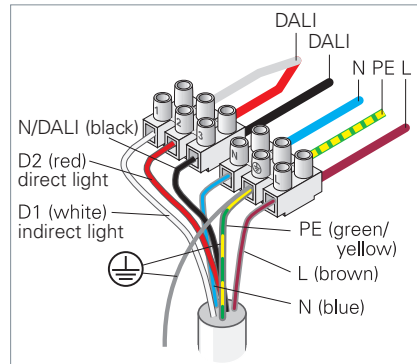

Fig. 6: Raccorder le luminaire sans capteurs pour le fonctionnement avec DALI.
- Sur le côté de raccordement du luminaire, raccordez le câble métallique à la borne du conducteur de protection, voir Fig. 6.